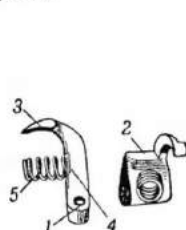

Рис. 33. Автоматический спуск:
34. Автоматический спуск (рис. 33) служит для предохранения спуска курка с боевого взвода при недовскрытом затворе. Он имеет: отверстие для оси; выступ для соединения с курком; прилив для разобщителя автоматического спуска; гнездо для упора пружины авто-спуска.